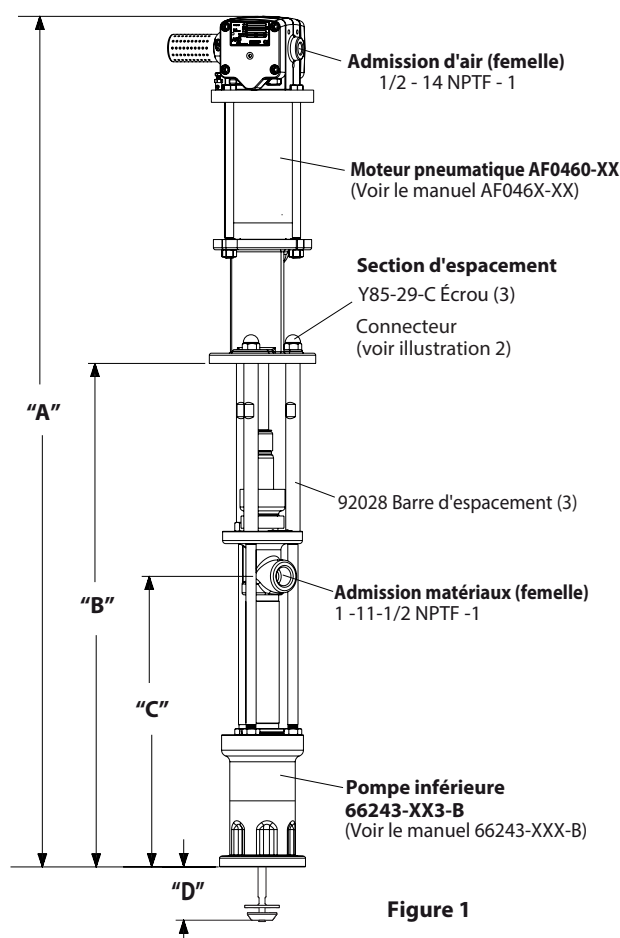

Figure 1
2. Retirez les trois écrous (Y85-29-C) les trois tiges d'espacement (voir figure 1).